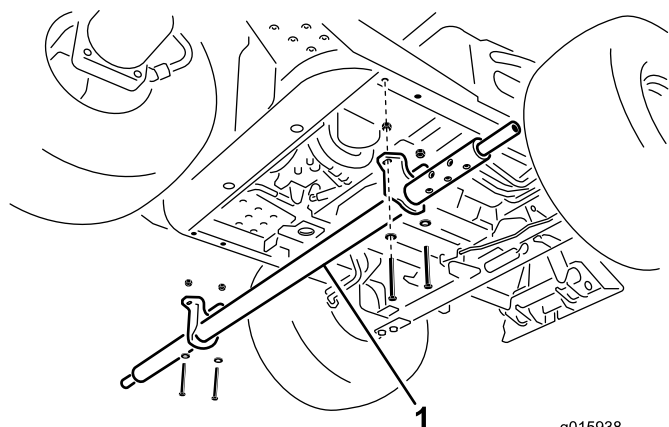

Figure 4
1. Glissez le tube transversal sous la machine par le côté gauche et alignez les trous du support de montage avec les trous de chaque tube du cadre (Figure 4).
2. Fixez les supports de montage du tube transversal avec 4 vis (3/8 x 3 po), 4 rondelles plates et 4 contre-écrous (3/8 po) ; voir Figure 4.